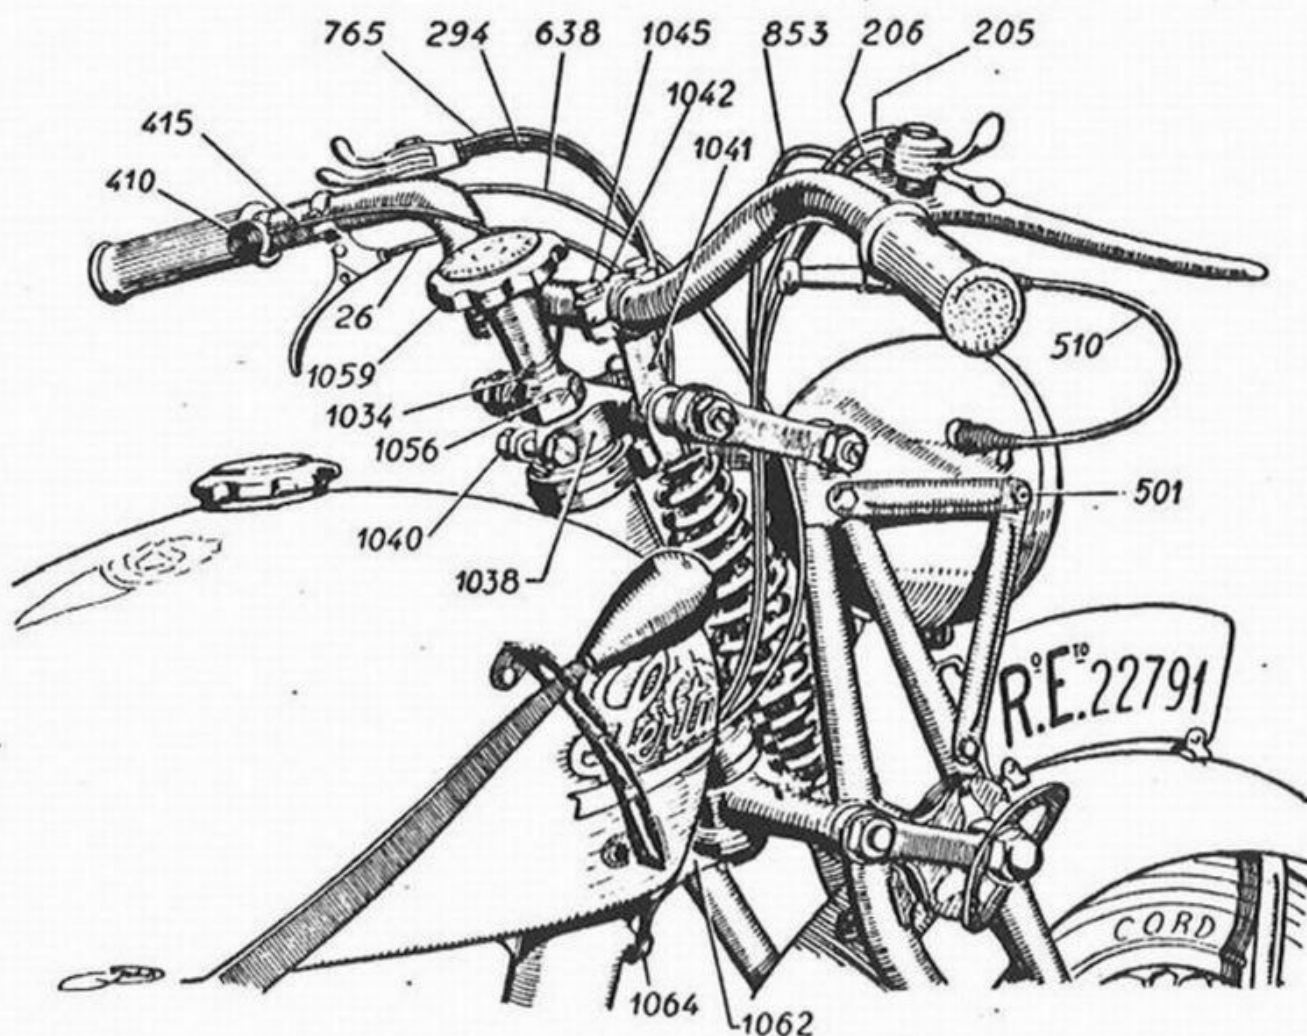

Fig. 21 - Smontaggio del gruppo di sterzo
20) - Smontaggio del gruppo sterzo (fig. 21).